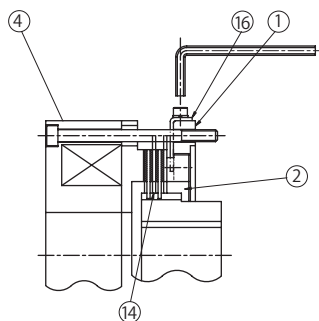

図 8-41
- (1) P80 の手順でブレーキを手動解放します。
- (2) センターリング①外周上にあるストッパー⑯をゆるめ、抜き取ります。ギャップ調整ネジ②がフリーになります。(図 8-41 参照)